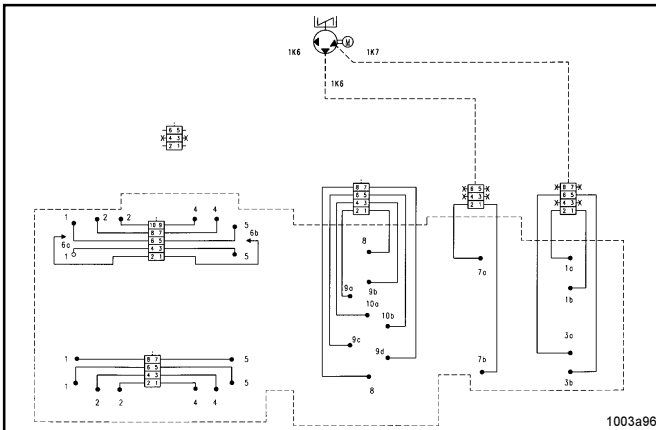

Fig. 37 : déterminer la taille du doseur principal
- Vérifier si un ou plusieurs doseurs secondaires nécessitent des quantités de lubrifiant plus importantes. Voir exemple fig. 37, raccordement direct du doseur à un élément de pompe.